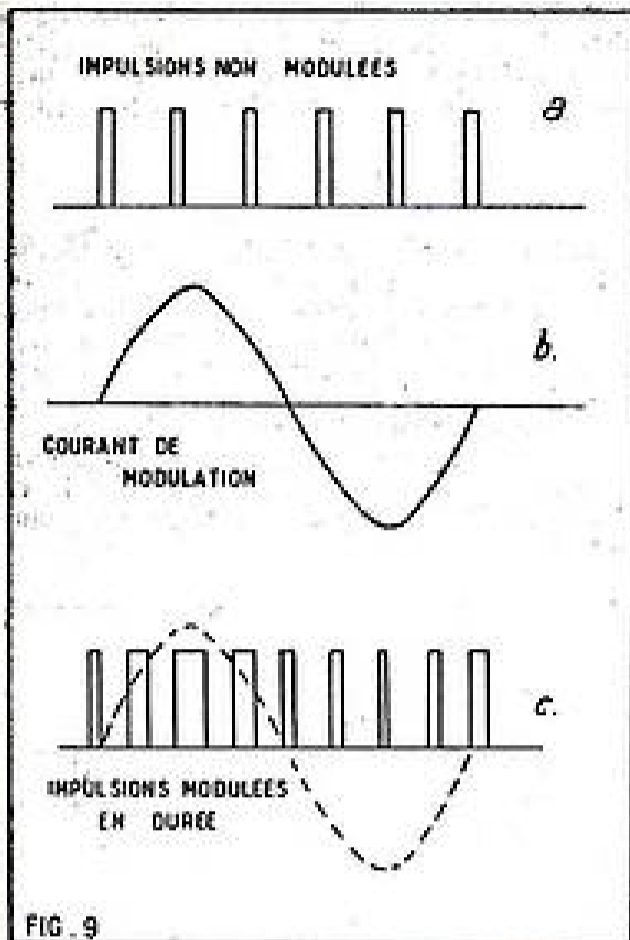

FIG. 9. — Modulation des impulsions en durée ou en largeur.
b) Modulation en durée (fig. 9).